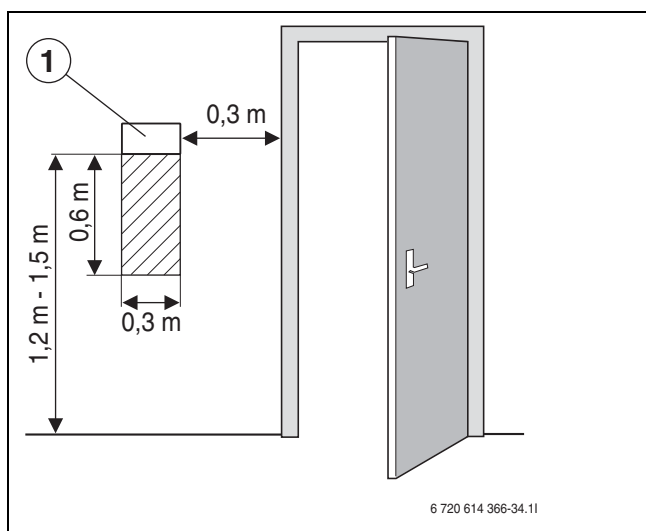

Bild 15 Empfohlener Montageplatz für Raumtemperaturfühler T5
- Ungehinderte Zirkulation der Raumluft unter dem Raumtemperaturfühler T5 (schraffierte Fläche in Bild 15 freihalten).